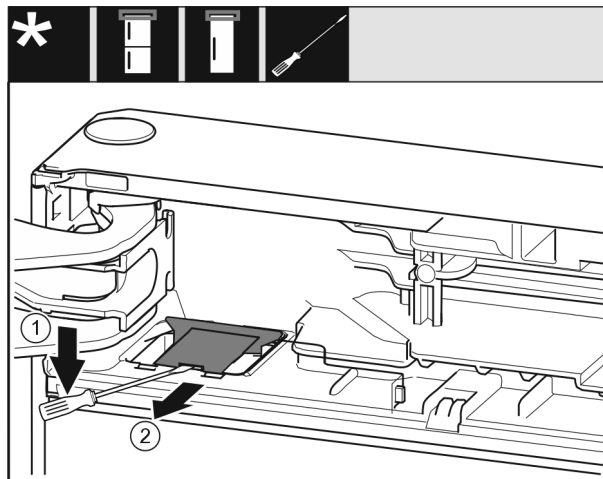

Fig. 7
- ▶ Za pomocą śrubokręta wyczepić osłonę i podnieść. Fig. 7 (1)
- ▶ Wyjąć osłonę. Fig. 7 (2)